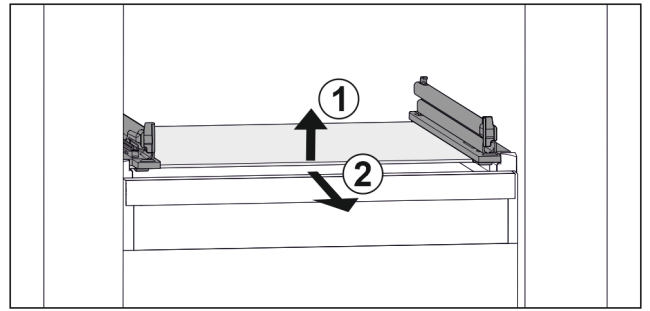

Fig. 68 Exemple de représentation de la tablette en verre
- Soulever la tablette en verre par l'avant. Fig. 68 (1)
- Retirer la tablette en verre par l'avant. Fig. 68 (2)